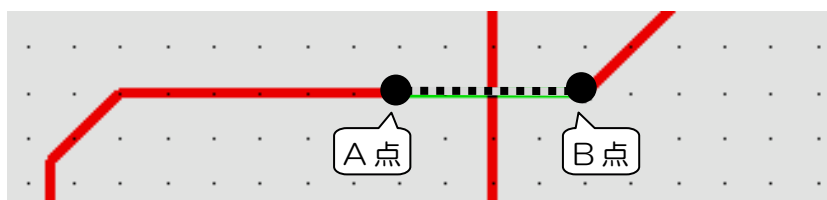

図 10-17
- ④ 他の配線や端子と接触, 交差, 異常接近する配線はリアルタイム DRC により拒否されます。
⑤ そのままでは配線の交差が避けられない場合は, 配線途中で配線レイヤーを切り替えて立体交差させます。図 10-17